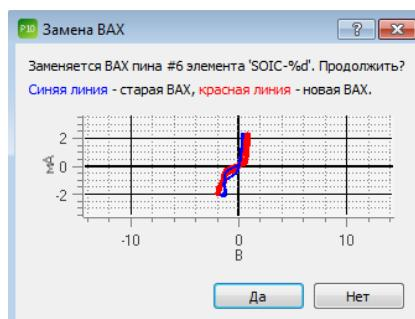

Рисунок 30. Диалоговое окно замены BAX ПО EyePoint P10b.
- 4) Проверить корректность замены в появившемся диалоговом окне (Рисунок 30).